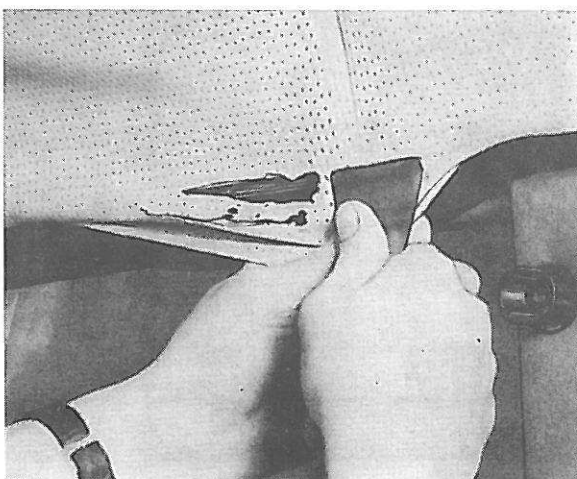

Figure 69. Extension de la garniture du toit
4. Tendre la garniture de manière à pouvoir cacher la partie déchirée derrière l'attache, figure 69. Il faut bien tendre la garniture, sans laisser d'irrégularités sur sa surface.